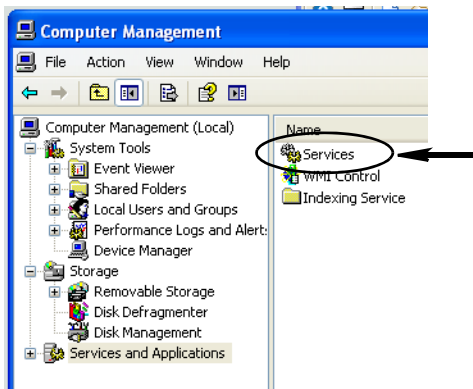

FIG. 36
- c. Fare doppio clic su Servizi (FIG. 36).